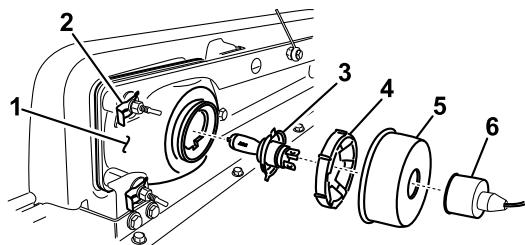

Figura 31
2. Rimuovete la guaina di gomma protettiva (Figura 31).
2. Rimuovete il gruppo faro anteriore spostandolo in avanti attraverso l'apertura nel paraurti anteriore (Figura 31).
3. Montate il nuovo faro anteriore attraverso l'apertura nel paraurti (Figura 31). Assicuratevi che i poli di regolazione siano allineati con i fori nella staffa di montaggio del paraurti.